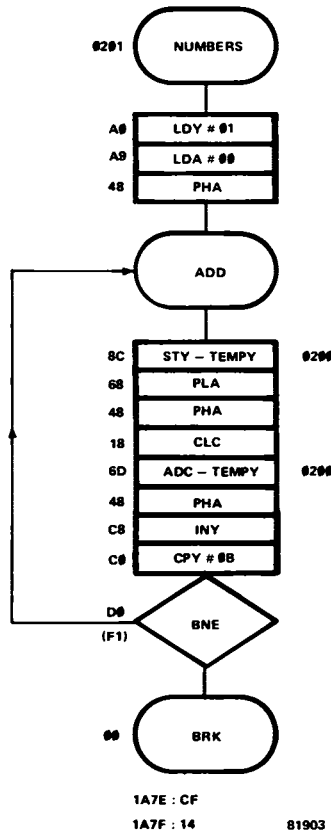

Bild 13. Mit dem Programm **NUMBERS** kann eine Zahlenfolge in die Stack gesetzt werden, deren Glieder nach einer bestimmten Gesetzmäßigkeit wachsen.
Das Programm, das wir NUMBERS nennen, ist in Bild 13 zu finden. Es ist wie folgt aufgebaut: Zuerst wird Y auf den Anfangswert 01 gesetzt und die erste Zahl (00) auf den Stack geschoben. Danach durchläuft der Prozessor zehn mal hintereinander den beim Label ADD beginnenden Programmteil. Der Wert von Y wird in Speicherplatz TEMPY abgelegt, die zuvor berechnete Zahl wandert in den Akku (PLA und PHA), und zum Inhalt des Akkus wird der Wert von Y (Inhalt von TEMPY) addiert. Die Berechnung der nächsten Zahl ist damit ausgeführt; sie wird auf den Stack geschoben (PHA). Dann wird Y um eins erhöht (INY) und anschließend die nächste Zahl berechnet. Ein Vergleich (CPY # 0B und BNE ADD) entscheidet, ob
In Bild 14 sind der Stack und der Stackpointer für verschiedene Werte von Y skizziert. Der Inhalt der Speicherplätze 01F6 . . . 01F5 bezieht sich auf die binäre (hexadezimale) Rechenweise, mit der auch das Programm in Bild 13 arbeitet. Durch Rechnen im Dezimalsystem ergeben sich die Inhalte der Speicherplätze 01F6 . . . 01EA; hierzu später mehr.
Um das schrittweise Durchlaufen des Programms in Bild 13 weiter zu verdeutlichen, haben wir dieses Programm in Bild 15 auf etwas ungewöhnliche Art dargestellt. Die schwarzen Kugeln symbolisieren die Speicherplätze, in denen ein Opcode steht. Das sind die Zwischenstationen, bei denen der fahrende Zug (der Programmablauf) eine Pause einlegt. Während der Zug beim schrittweisen Durchlaufen des Programms als "Bummelzug" fährt, hält er im Normalbetrieb nur ein einziges Mal an: bei DECAR mit
Bild 14. Der Inhalt des Stack nach Durchlaufen von NUMBERS im binären und dezimalen Rechenmodus. Die rechts angegebenen Y-Werte beziehen sich auf NUMBERS (Bild 13), die links stehenden auf PRNUMB (Bild 18).
Das Programm NUMBERS haben wir in Gestalt des detaillierten Flußdiagramms (Bild 13) sowie als "Zuglaufplan" kennengelernt. Eine dritte, vertrautere Form ist die Assembler-Schreibweise:
Bild 15. Das "Schienen-Modell" für das Programm NUMBERS aus Bild 13. Die Zahl der Stationen ist um eins größer als die Anzahl der Instruktionen von NUMBERS. Stopstellen sind jedoch insgesamt 94 vorhanden, weil die Stellung der Weiche bei Station 0213 von der Z-Flag abhängt.
Tabelle 2. Die folgenden Seiten geben ein PM-Listing (Hard Copy) wieder, das beim zweimaligen, schrittweisen durchlaufen des Programms NUMBERS aus Bild 13 entstand. Auch die Dateneingabe ist im Listing festgehalten. Um den Platz in diesem Buch möglichst ökonomisch zu nutzen, wurden auf jede Seite drei Spalten gesetzt.